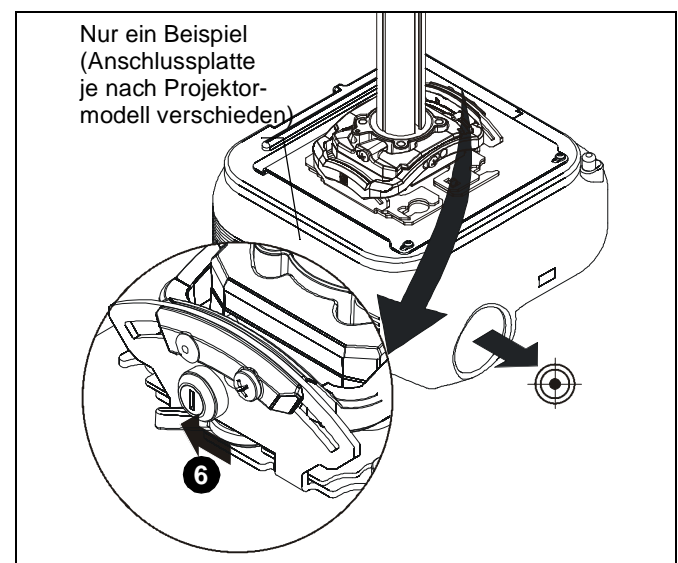

Abb. 15
6. Bringen Sie den Feststellhebel in die „Versperrt“-Position. (Siehe Abb. 15)